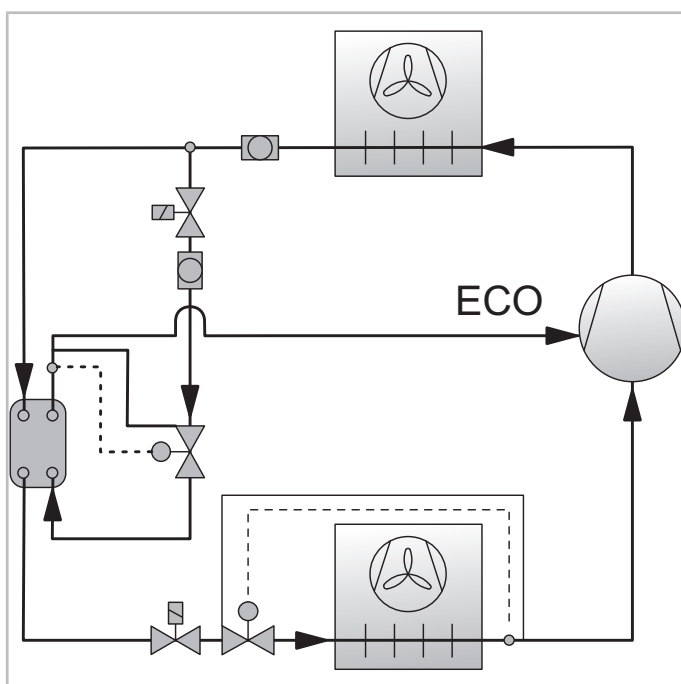

Abb. 6: Anlage mit Economiser und Flüssigkeitsunterkühlungskreislauf
- Der zusätzliche Wärmeübertrager (hier: Flüssigkeitsunterkühler) unterkühlt das flüssige Kältemittel, indem ein Teil des aus dem Verflüssiger kommenden Kältemittels über ein Expansionsorgan im Gegenstrom in den Unterkühler eingespeist und unter Wärmeaufnahme verdampft wird. Der überhitzte Dampf wird am ECO-Anschluss des Verdichters abgesaugt und mit dem vom Verdampfer kommenden, bereits vorkomprimierten Dampf vermischt (*siehe Abbildung 6, Seite 8*).